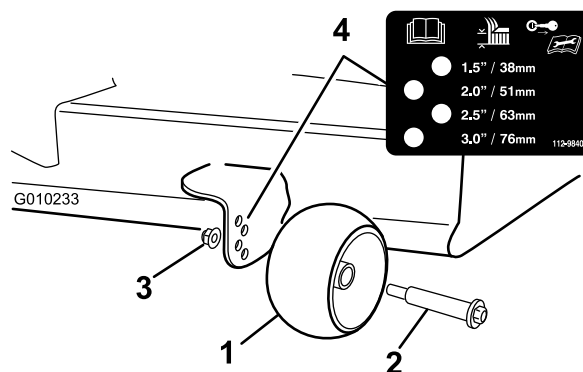

Figura 23
- Ajuste os rolos anti-danos como se mostra em Figura 23 para corresponder à posição da altura de corte mais próxima.